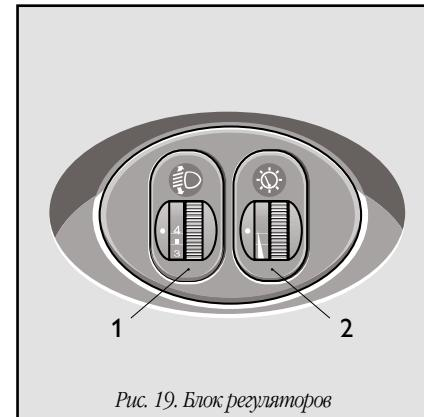

Рис. 19. Блок регуляторов
28. Блок регуляторов, см. рис. 19.